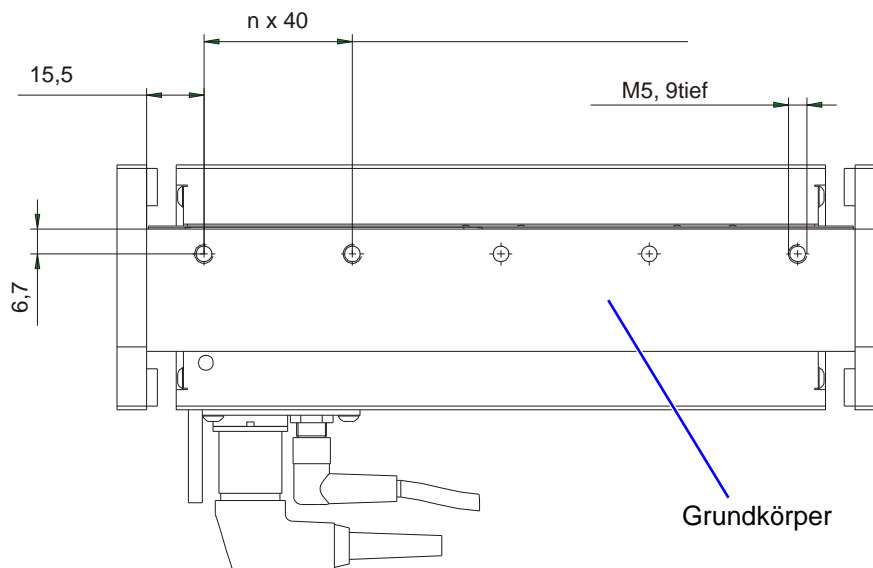

**Abbildung 4: X/Y/Z-System (Portal)**
- X/Y/Z-System (Portal, siehe *Abbildung 4*)